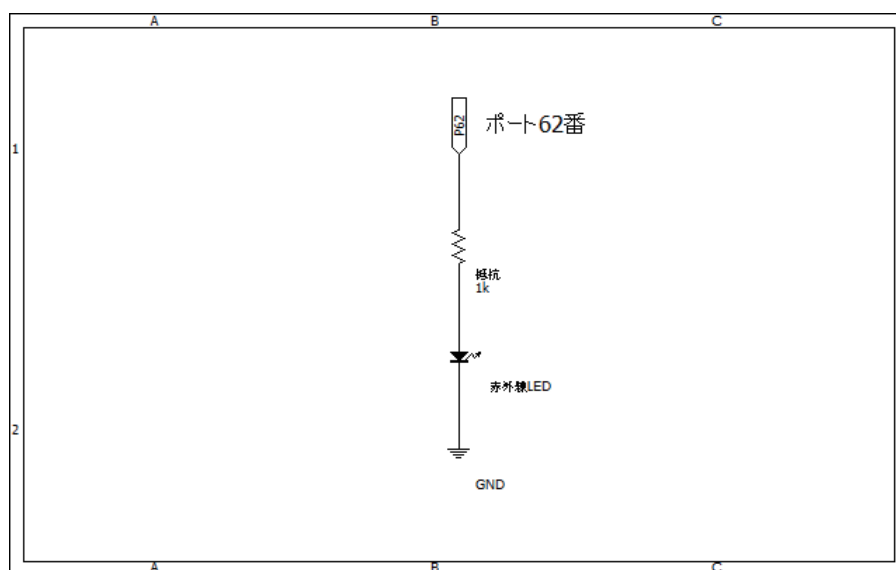

Fig. 15: 送信部の回路例
送信部となる赤外線 LED の回路例を Fig. 15 に示す。抵抗値を変えることで、赤外線 LED の出力を変えることができ、受信モジュールの反応する距離を調整できる。
- (1) ブレッドボードなどを活用し、送信部 (Fig. 15) と受信部 (WKP を使うため、信号線を P50 につなぐ) の回路を作成せよ。(一つのマイコンは送信部の役割を、もう一方には受信部の役割を割り当てよ。)